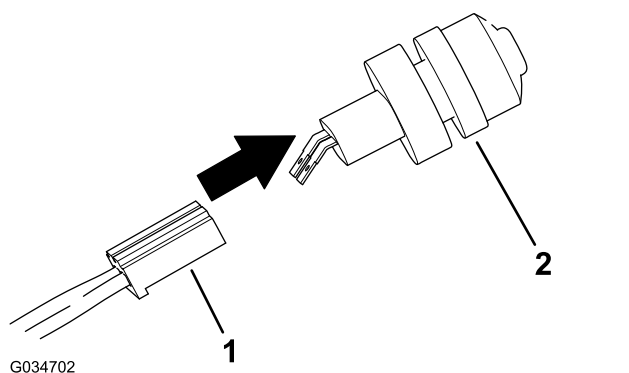

Figure 7
4. Branchez le connecteur femelle du faisceau de câblage principal sur le connecteur mâle de l'avertisseur sonore (Figure 7).